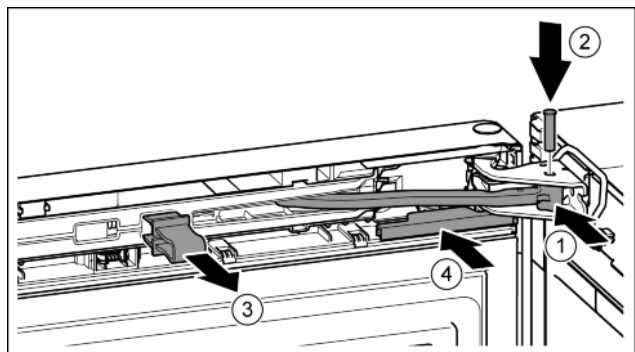

Fig. 25
- ▶ Rotiți articulația în suportul de lagăr. Fig. 25 (1)
- ▶ Introduceți bolțul în suportul de lagăr și articulație. Urmăriți ca respectiva camă de cuplare să fie așezată corect în canelură. Fig. 25 (2)
- ▶ Detașați siguranța. Fig. 25 (3)
- ▶ Montați capacul. Fig. 25 (4)